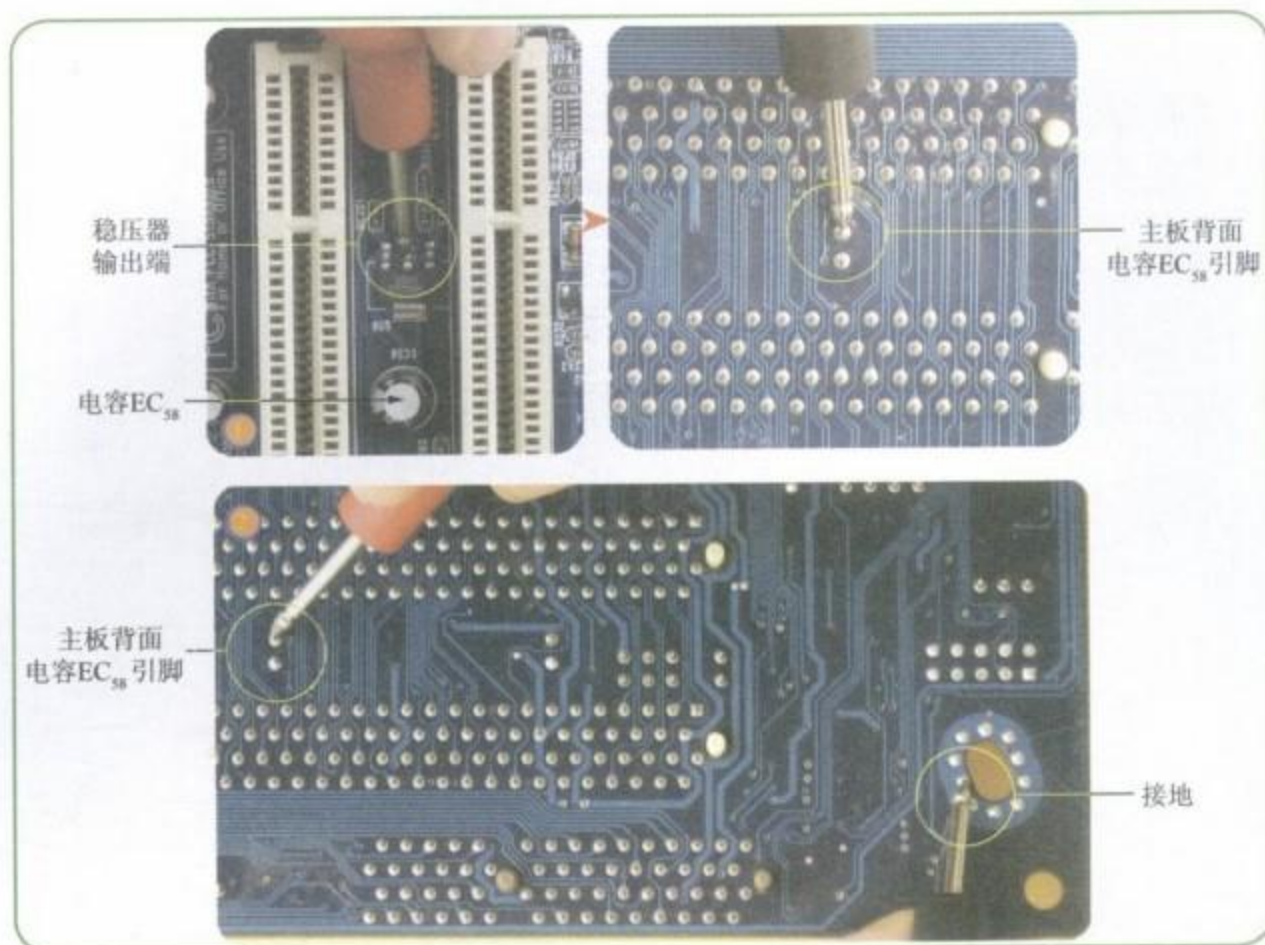

图6-24 测量Vout引脚连接滤波电容BC₅₈的线路
Step 04 测量三端稳压器的Vout引脚连接滤波电容BC₅₈的线路，如图6-24所示。